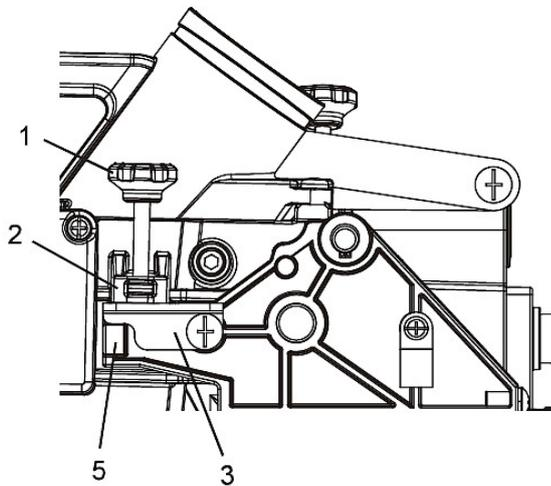

Abb. 24: Einstellen des maximalen Höhenverfahrwegs
Schritt 1: Den Anschlagknopf (1) gegen den Uhrzeigersinn drehen, bis der Anschlagknopf (1) nicht aus dem Anschlagblock (2) herausragt, während der Schneidkopf nach oben bewegt wird.
Schritt 2: Die Anschlagplatte (3) im Uhrzeigersinn drehen, bis Sie die Anschlagstange (4) berührt.
**Einstellen des maximalen Höhenverfahrwegs des Schneidkopfs. Folgen Sie den unteren Schritten (Abb. 24):**
Schritt 2: Drehen Sie die Anschlagplatte (3) gegen den Uhrzeigersinn, um den Anschlagsitz (5) zu berühren.
Schritt 3: Sicherstellen, dass der Anschlagblock (2) die Anschlagplatte (3) vollständig berührt.
**Die Schnitttiefe kann für gleichmäßige und sich wiederholende flache Schnitte voreingestellt werden (Abb. 24):**
Schritt 2: Während Sie den oberen Arm in dieser Position halten, drehen Sie den Anschlagknopf (1) bis er die Anschlagplatte (3) berührt.